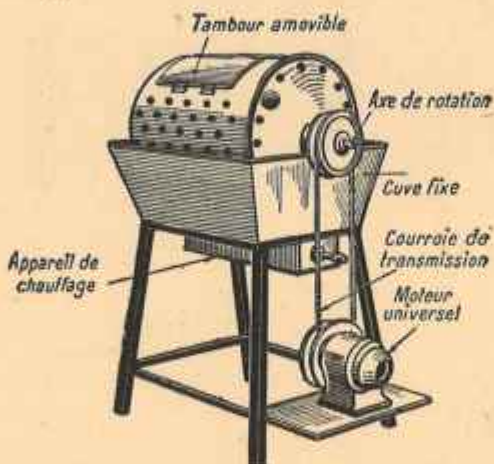

FIG. 133. — Lessiveuse électrique.
(1) Certains constructeurs acceptent de reprendre les vieilles machines (à pédale).
(2) Ces variations sont obtenues par un *rhéostat* (§ 77), c'est-à-dire par des résistances variables qu'on introduit dans le circuit du moteur et qui ont pour effet de modifier l'intensité du courant qui le traverse.
à actionner une *lessiveuse électrique*. L'eau de lavage doit être chauffée à part (1) : on l'introduit avec le linge, le savon et les « cristaux » de soude dans une cuve (fig. 133) qui contient des organes mobiles (palettes, tringles, cylindre,...); un dispositif mécanique communique à ces organes un mouvement alternatif. L'énergie électrique permet ainsi de simplifier une